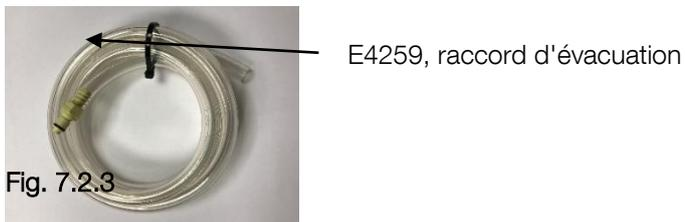

Fig. 7.2.3
- 1 tuyau d'évacuation (Ø 14,3 mm) avec raccord, E4374, fig. 7.2.3